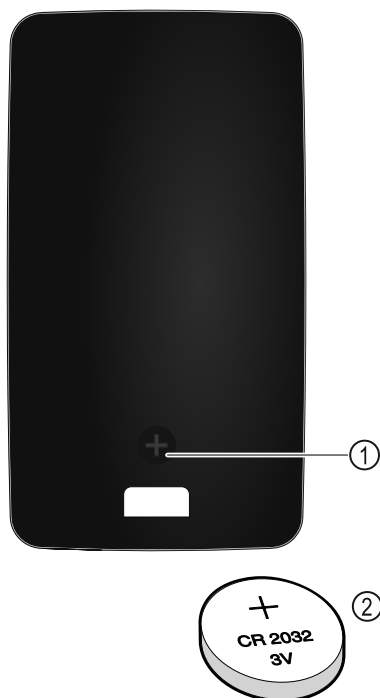

Fig. 223
De stroomvoorziening van de afstandsbediening vindt plaats via een batterij van het type CR 2032 met 3V Fig. 223 (2) die verkrijgbaar is bij de gespecialiseerde handel.
- Schroef Fig. 223 (1) aan achterzijde van de afstandsbediening eruit draaien.